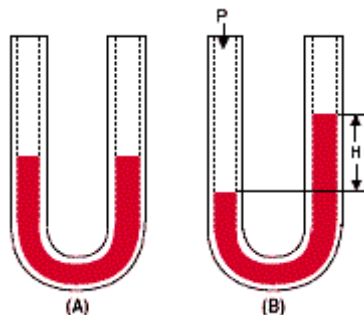

Figura 2. Manometrul cu lichid
Denivelarea coloanei de lichid dintr-un tub în formă de "U" este utilizată pentru măsurarea presiunilor relative (față de presiunea atmosferică) cu *manometrul cu lichid* folosind relația (2), $p = \rho \cdot g \cdot h$. În partea dreaptă a tubului în formă de "U" presiunea atmosferică care acționează pe suprafața lichidului se însumează cu presiunea datorată nivelului coloanei de lichid, la adâncimea H , vezi figura 2. În partea stângă a tubului, la același nivel, acționează pe suprafața liberă doar presiunea " p ". Din egalarea celor 2 presiuni, din stânga și din dreapta la același nivel: